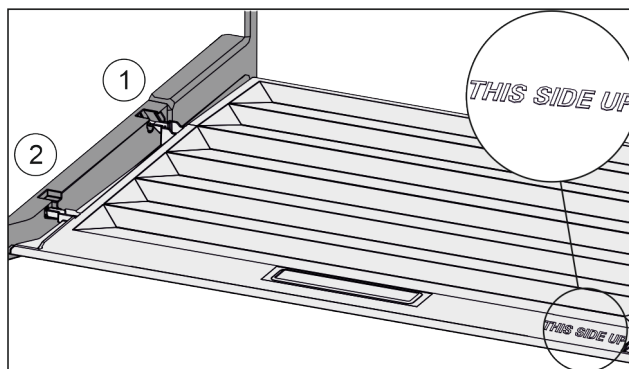

Fig. 98
- ▶ Ramiona pokrywy wprowadzić ponad otworem tylnego uchwytu Fig. 98 (1) i zazębić z przodu w uchwycie Fig. 98 (2).